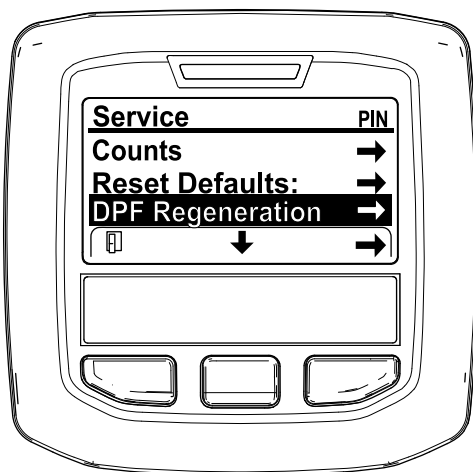

Figura 31
- En el menú SERVICE (Servicio), pulse el botón del medio hasta que aparezcan las opciones de DPF REGENERATION (Regeneración de DPF) y pulse el botón derecho para seleccionar la opción DPF REGENERATION (Regeneración de DPF) (Figura 31).